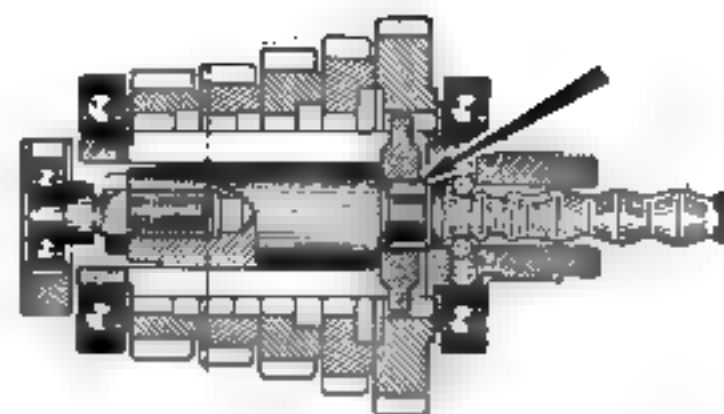

Fig. 1
- Remonter les roues constituant l'équipage secondaire (épaulement orienté côté pignon de sortie de boîte de vitesses (fig. 1).